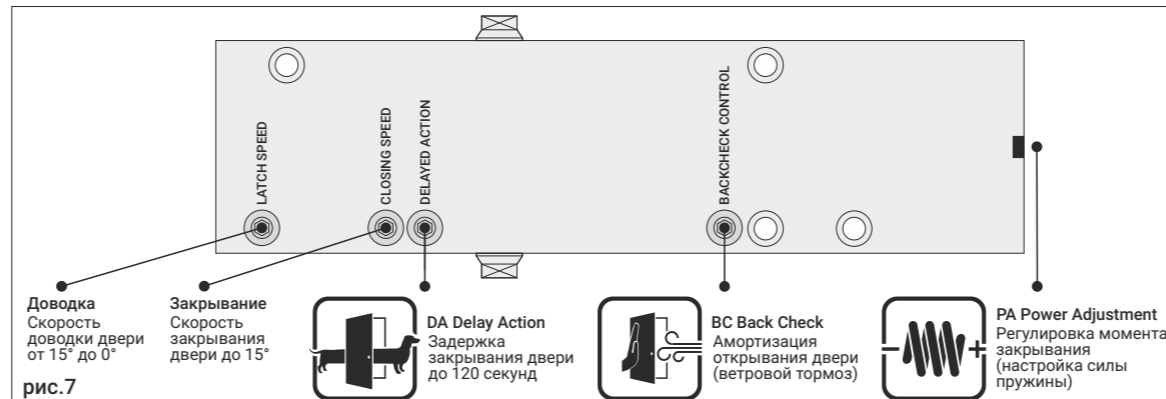
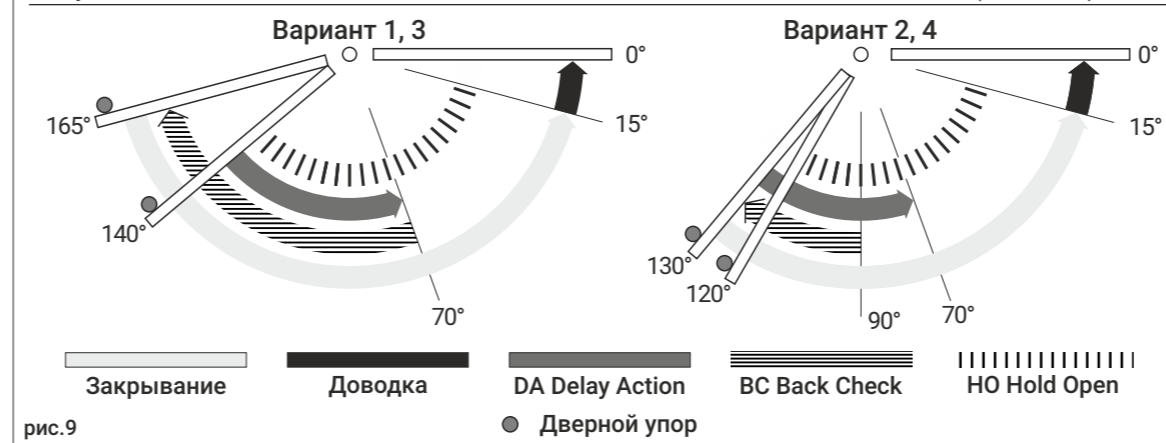
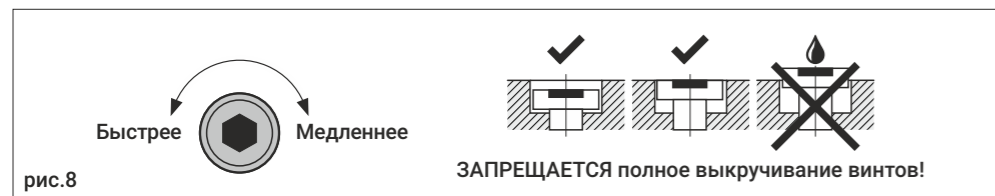

рис.7
рис.9
рис.8
6. Отрегулируйте скорости «закрывания» и «доводки», не открывая дверь более, чем на 70°, рис.7. Поворот винта по часовой стрелке замедляет скорость, против часовой стрелки - увеличивает скорость закрывания, рис.8.
7. Отрегулируйте опцию DA «задержки закрывания», рис.7, рис.9. Поворот винта по часовой стрелке увеличивает время задержки закрывания, против часовой стрелки - уменьшает, рис.8.
8. Отрегулируйте опцию BC «амортизации открывания», рис.7, рис.9. Поворот винта по часовой стрелке увеличивает сопротивление открыванию, против часовой стрелки - уменьшает, рис.8. ! Винты регулировки скоростей не должны выступать за плоскость тела доводчика, рис.8.
5. НЕ ДОПУСКАЕТСЯ полное выкручивание винтов «закрывания», «доводки», «задержки закрывания» и «амортизации открывания»! Полное выкручивание винтов регулировки приводит к разгерметизации доводчика, вытеканию масла и потере работоспособности вследствие неправильной эксплуатации, рис.8.